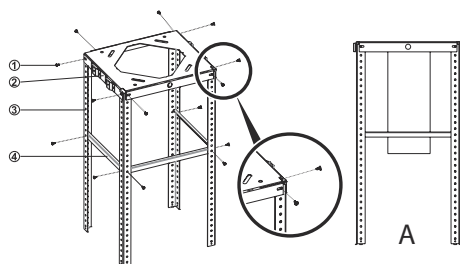

Fig. 7
Se till att fläkten har korrekt höjd över kokplattan. Vi rekommenderar 500-600 mm över elektrisk spishäll och 700-850 mm över gasspis (Fig. 7).
1. ➤ Montera stängerna (3) på takplattan (2) genom att skruva fast dem med 8 st 3,5x9,5 skruvar (1). Observera att hacken i stängerna ska passa takplattan (Fig. 7).
2. ➤ Stabiliseringsbeslaget ska monteras mellan stängerna (4) med 6st 3,5x9,5 skruvar (1) (Fig. 7).
3. ➤ Anslut utsugskanalen till fläktens utsug (Fig. 7/A).